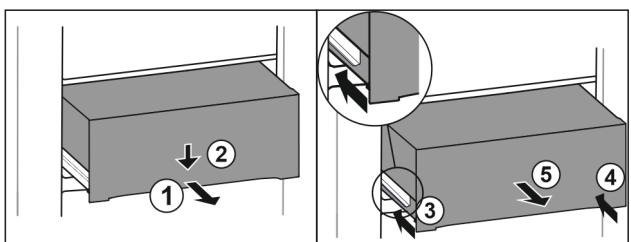

Fig. 122
- ▶ Extraiga el cajón hasta la mitad. Fig. 122 (1)
- ▶ Presionar hacia abajo el cajón de la parte delantera. Fig. 122 (2)
- ▶ Introducir el carril izquierdo unos 2 cm. Fig. 122 (3)
- ▶ Introducir el carril derecho unos 2 cm. Fig. 122 (4)
- ▶ Extraiga el cajón hacia delante. Fig. 122 (5)